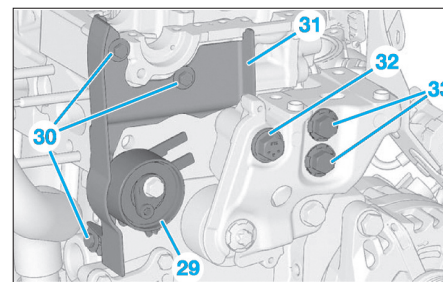
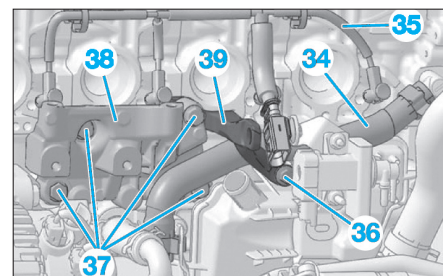
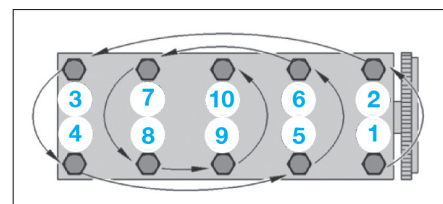

Fig. 80
Fig. 81
Fig. 82
- Déposer (Fig.80) :
- le galet tendeur (29) de la courroie de distribution,
- les vis (30) puis la protection (31),
- les vis (32) et (33).
- Déposer (Fig.81) :
- la durit de refroidissement moteur (34),
- le faisceau des bougies de préchauffage (35),
- les vis (36) et (37),
- le support de filtre à carburant (38),
- le support (39).
- les vis de culasse dans l'ordre indiqué (Fig.82),